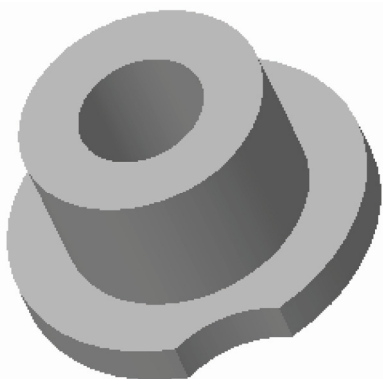

图 6-102 打开模型文件
STEP 01 单击快速访问工具栏中的“打开”按钮，打开模型文件，如图 6-102 所示。